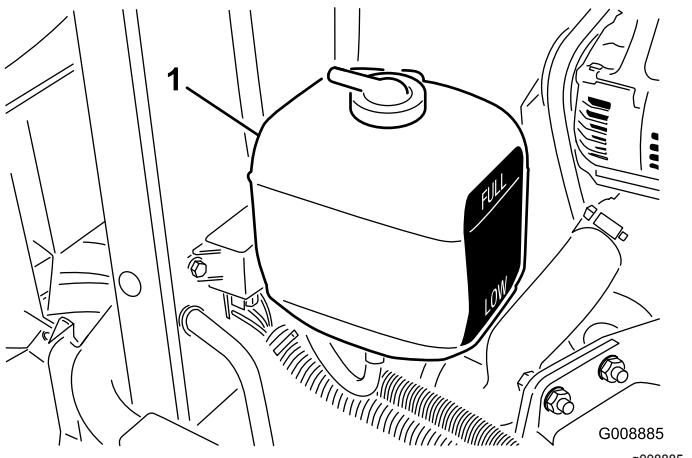

図 29
1. 補助タンクの冷却水量を点検する図 29。エンジンが冷えた状態で、タンク側面についている本の線の間にあれば適切である。